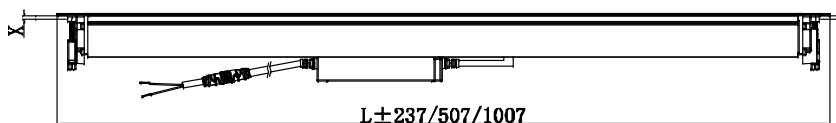

图 1
1. 灯具开始安装之前, 先确认窗台或地面有足够空间安装灯具, 并确定X尺寸厚度小于25mm(单位: mm)。如图1所示。